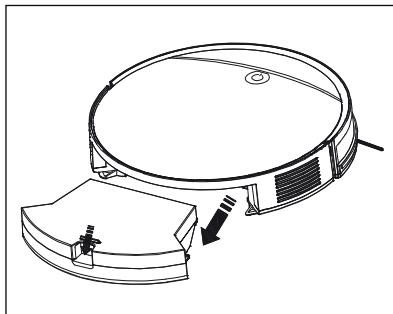

Fig. 7
① ATTENTION !
- Ne rincez pas le filtre EPA **⑦** à l'eau. Le filtre EPA **⑦** risque d'être endommagé.
- 1) Appuyez sur la touche de déverrouillage **⑬** du bac à poussière **⑯** et tirez-le hors de l'appareil (voir fig. 7).